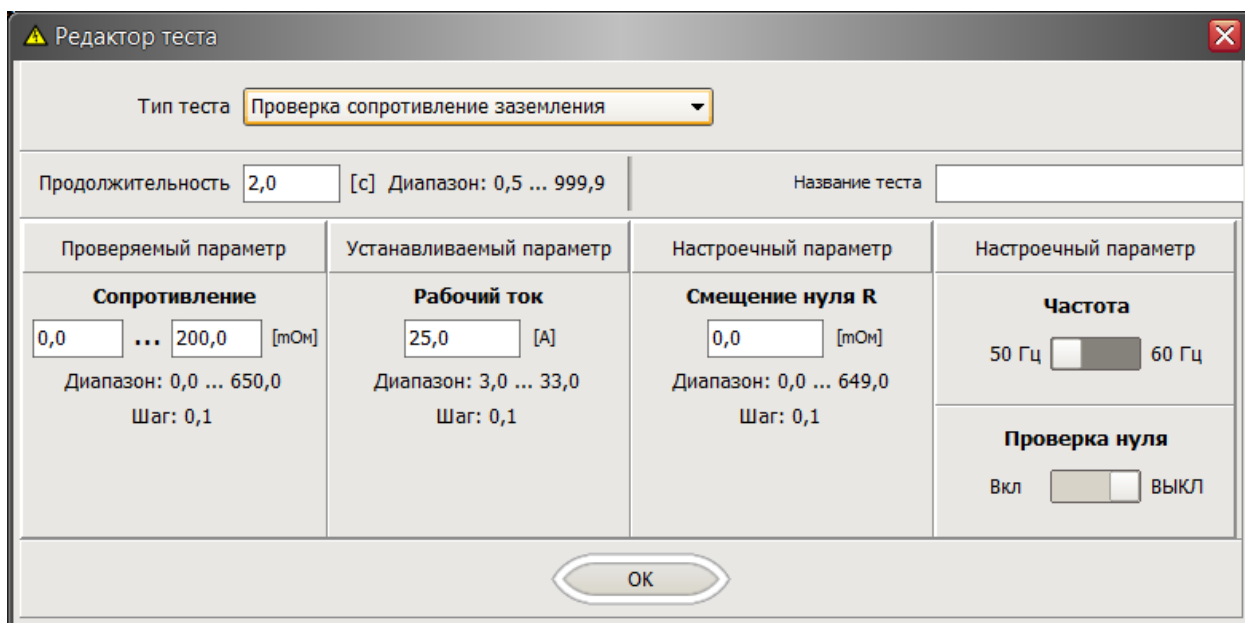

Рисунок 13 – Настройка параметров теста «Проверка сопротивления заземления»
13. Для теста «Проверка сопротивления заземления» (GB) задать следующие параметры (рисунок 13):